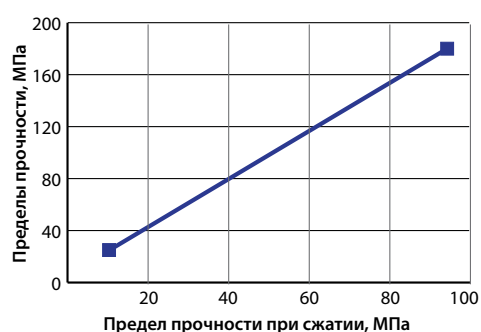

Рис. 6. Взаимосвязь предела прочности при сжатии и предела прочности при изгибе ( $R^2 = 0,934$ )
7. Взаимосвязь разных пределов прочности также имеет серьезное практическое значение, так как позволяет, в частности, по результатам простых испытаний на сжатие вдоль волокон прогнозировать прочность древесины при изгибе и растяжении. Результаты наших расчетов показали, что для чистой древесины существует очень тесная связь пределов прочности при сжатии и изгибе (рис. 6). Это позволяет во многих случаях для характеристики какой-либо партии древесины ограничиться простыми испытаниями на сжатие вдоль волокон, на основании которых затем прогнозировать предел прочности при изгибе с погрешностью не более 7%. Сопротивление скалыванию связано с пределом прочности при сжатии гораздо меньше и не может быть прогнозировано через прочность при сжатии.